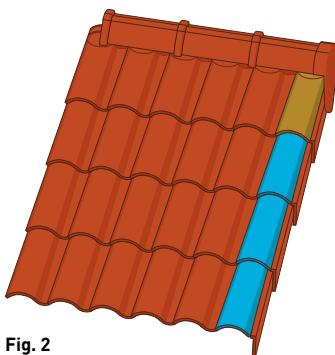
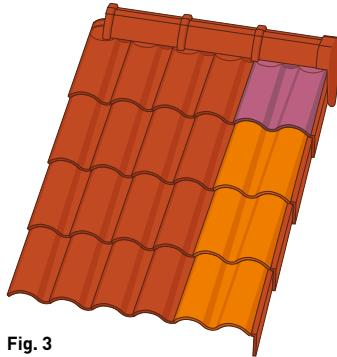

Fig. 2
Fig. 3
4. Al llegar a la parte derecha del faldón cerraremos sobre el remate lateral derecho con 1/2 Teja (Q16) (fig.2) o con Doble teja (Q33) (fig.3).
5. Para la finalización del faldón en su encuentro con la cumbre, se recomienda utilizar la pieza Bajo Cumbre (Q70) (fig.2) y Doble Bajocumbre (Q71) (fig.3), consiguiendo así una buena ventilación y una ejecución más rápida.